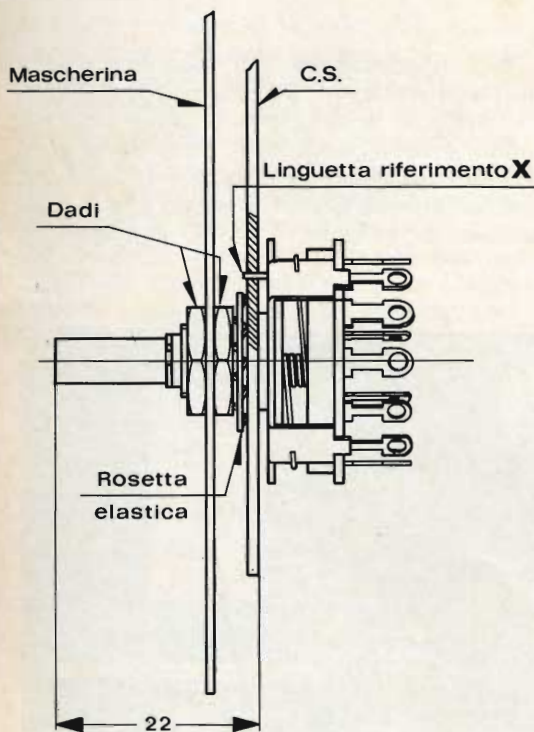
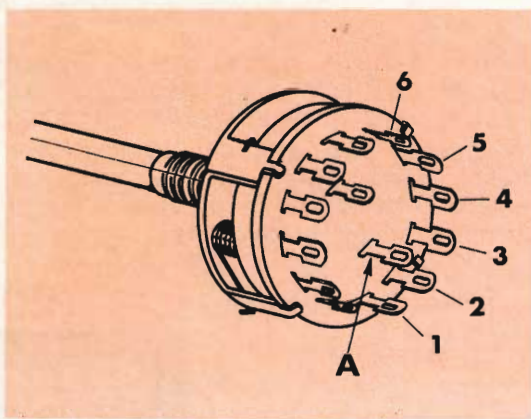

Fig. 6 - Montaggio del commutatore e relativa modifica del perno.
Fig. 7 - Terminali di riferimento del commutatore.
- Montare il commutatore dopo averne modificato la lunghezza del perno sul circuito stampato, come illustra la fig. 6. Nella fig. 7 si può notare la disposizione dei terminali del commutatore; in essa si nota che ad ogni numero o lettera corrisponde un proprio collegamento sulla basetta a circuito stampato.